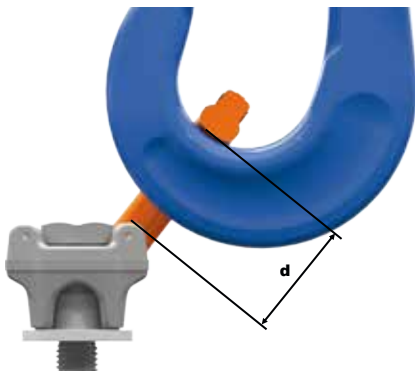

Bild 6: Das Anschlagmittel darf den Ringhalter nicht berühren
- Achten Sie beim Schwenken darauf, dass das Anschlagmittel den Anschlagpunkt nur am Ring berührt. Das max. Maß 'd' lt. Katalog darf dabei nicht überschritten werden (siehe Bild 6)